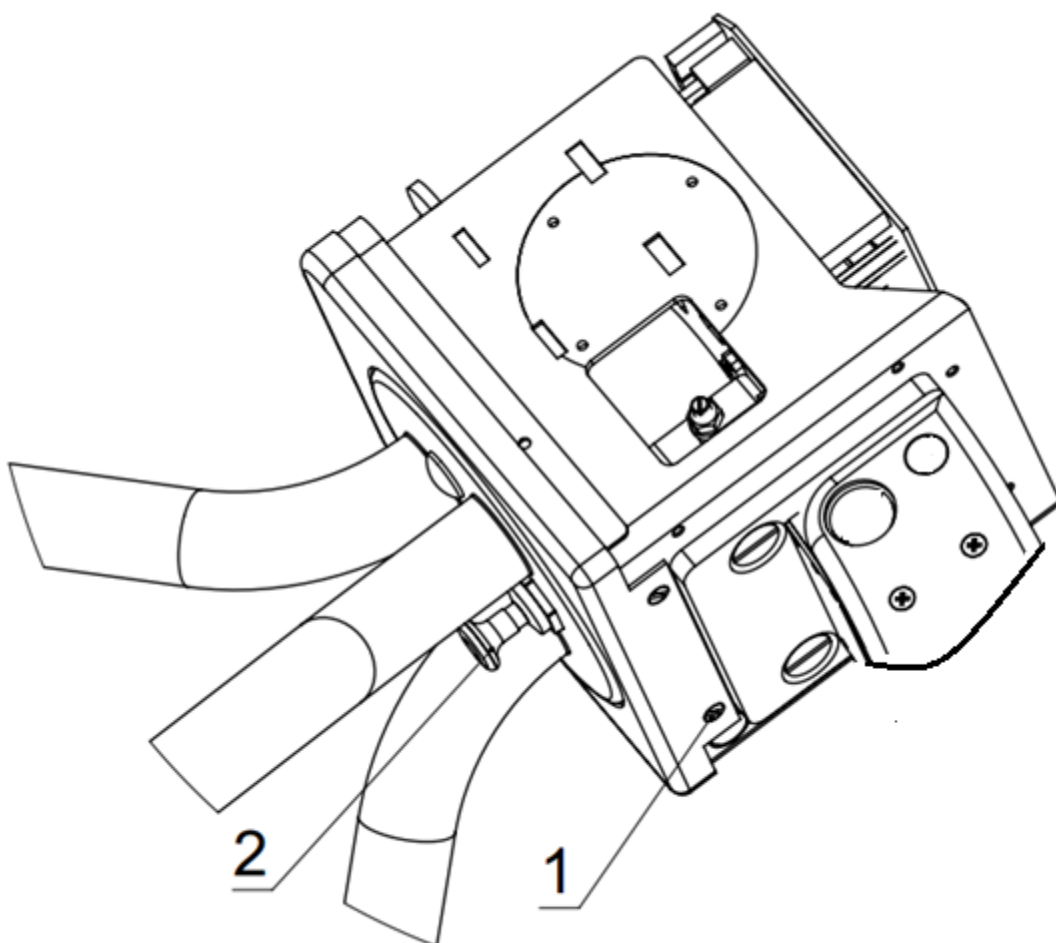
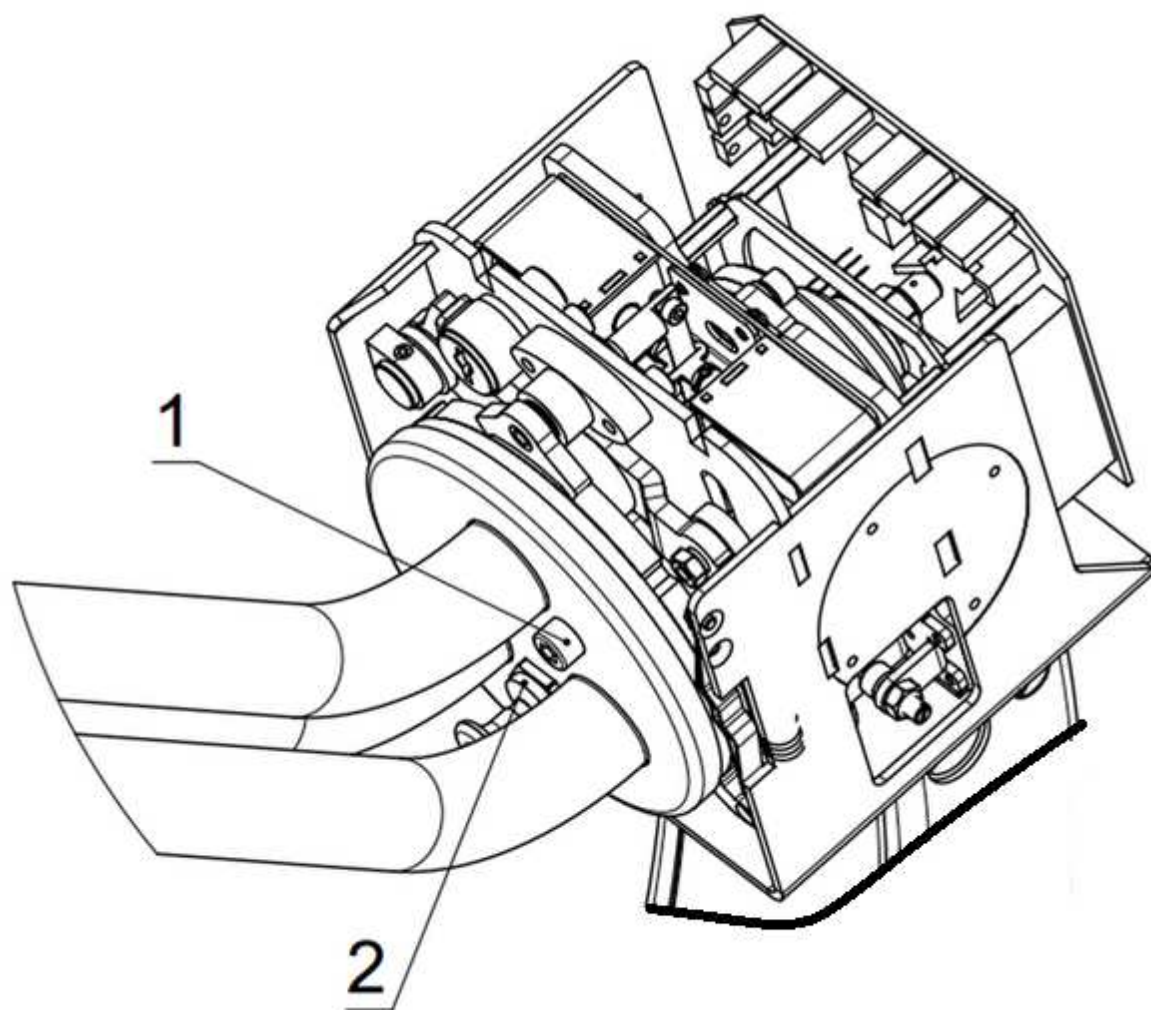
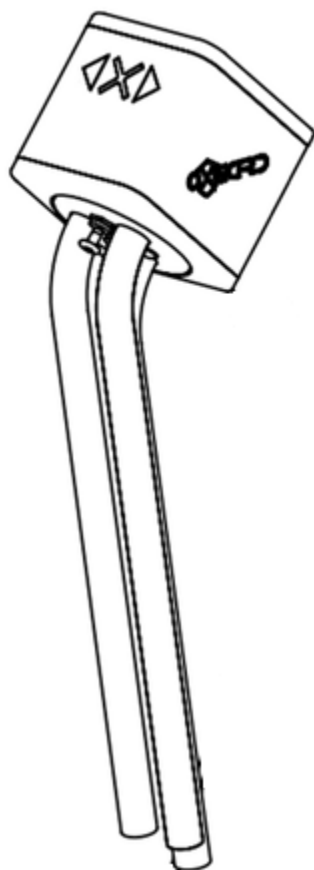

Рис.3
Рис.4
Рис.5
Сдвинуть кожух до конца и освободить доступ к поворотному механизму. Вид после снятия кожуха представлен на (рис.3)
Для удобства дальнейшей работы сложите преграждающие планки, для этого: оттяните стопор фиксации 2 планок (рис.3) и, удерживая одну планку рукой в зафиксированном положении, другой рукой проверните другую планку по часовой стрелке, так чтобы все планки совместились (рис.4) ,опустите сложенные планки вниз (рис.5) .
- 2.3. Открутить два винта 1 (рис.4) M8 с помощью шестигранника S6.